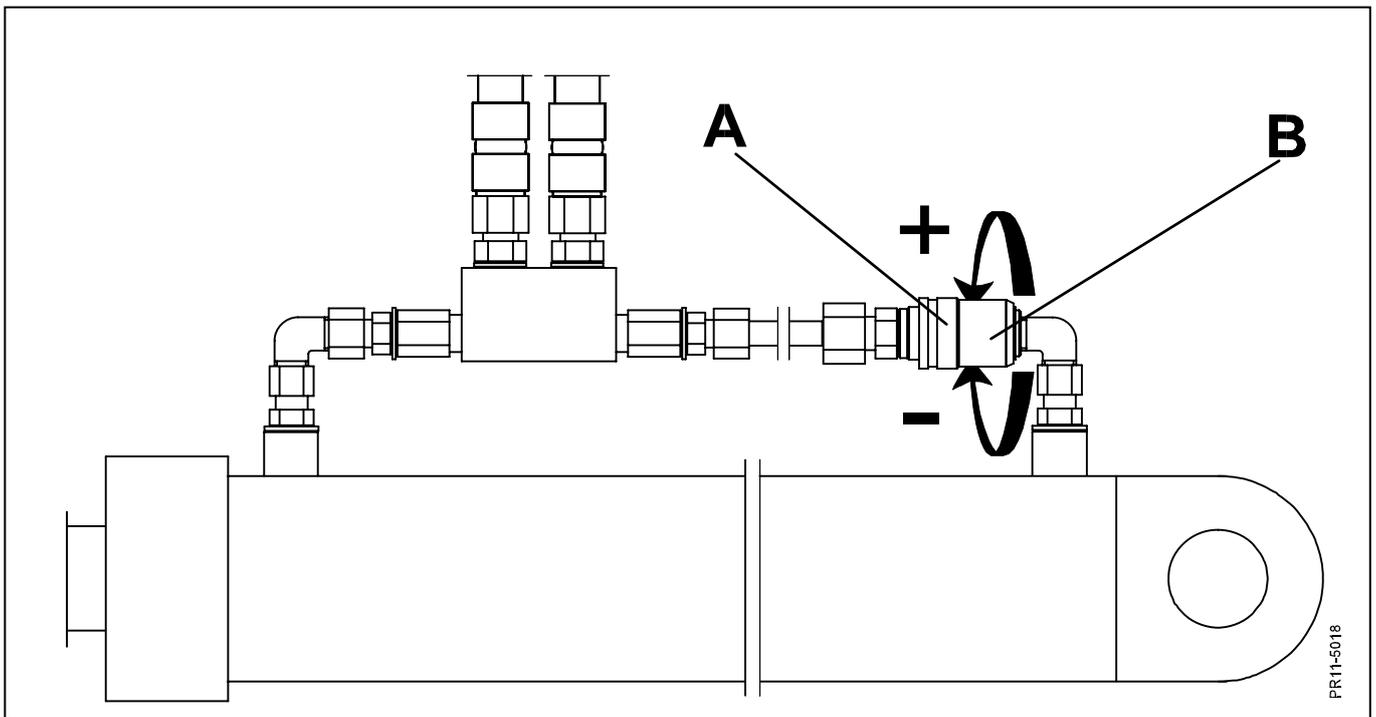

Fig. 3-4
**Fig. 3-4** La vitesse d'orientation peut être réglée afin que la machine ne se déplace pas trop vite d'un côté à l'autre. Ce réglage est effectué par un limiteur de débit **B** situé sur le vérin.